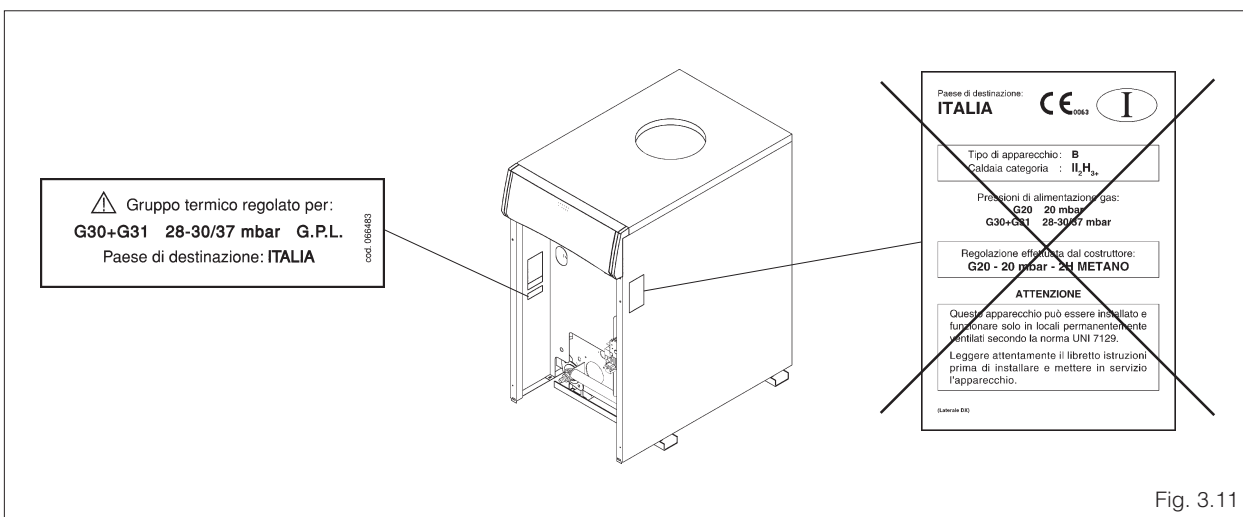

Fig. 3.11
- Agire sul regolatore di pressione dell'alimentazione GPL fino a leggere sul manometro i valori (fig. 3.11):
- Applicare la targhetta (GPL), fornita a corredo della caldaia, nella parte interna della mantellatura (fig. 3.11)
- Togliere le targhette per METANO (G20) presenti all'esterno e all'interno della mantellatura (fig. 3.11).